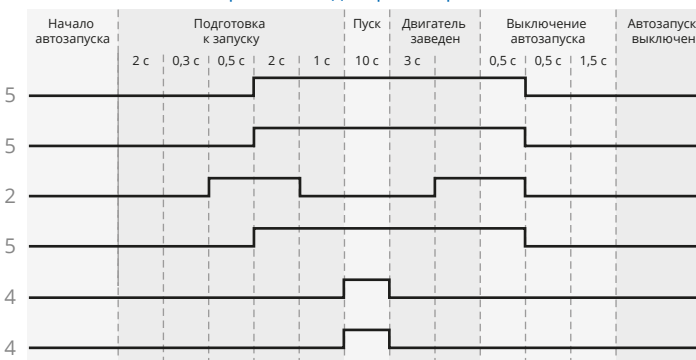

Рис.2 Схема подключения №27
**i** Выводы разъема X2 (6-pin) работают по определенной логике (см. рис. 2).